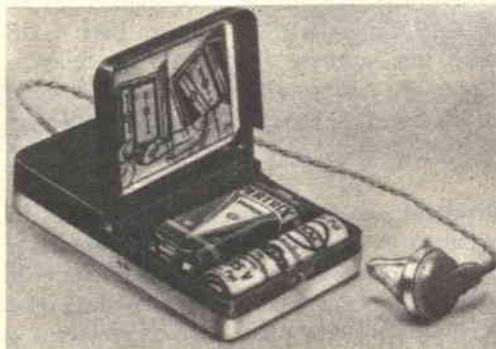

Fig. 1
**Fig. 1** - Sezione del nuovo raysistor prodotto dalla Raytheon; è un dispositivo insolito che accoppia caratteristiche elettro-ottiche con un elemento semiconduttore fotosensibile.
Il *raysistor* della Raytheon è un dispositivo elettro-ottico a quattro terminali che incorpora una sorgente di luce ed un elemento semiconduttore fotosensibile. Presentiamo in *fig. 1* una sezione di una di queste unità e in *fig. 2* il simbolo schematico del nuovo dispositivo. Durante il funzionamento, applicando un segnale di controllo al circuito luce si eccita il semiconduttore, facendo cadere la sua resistenza effettiva di circa un
- TIPO CILINDRICO, visibile nell'apparecchio portatile di fig. 1;